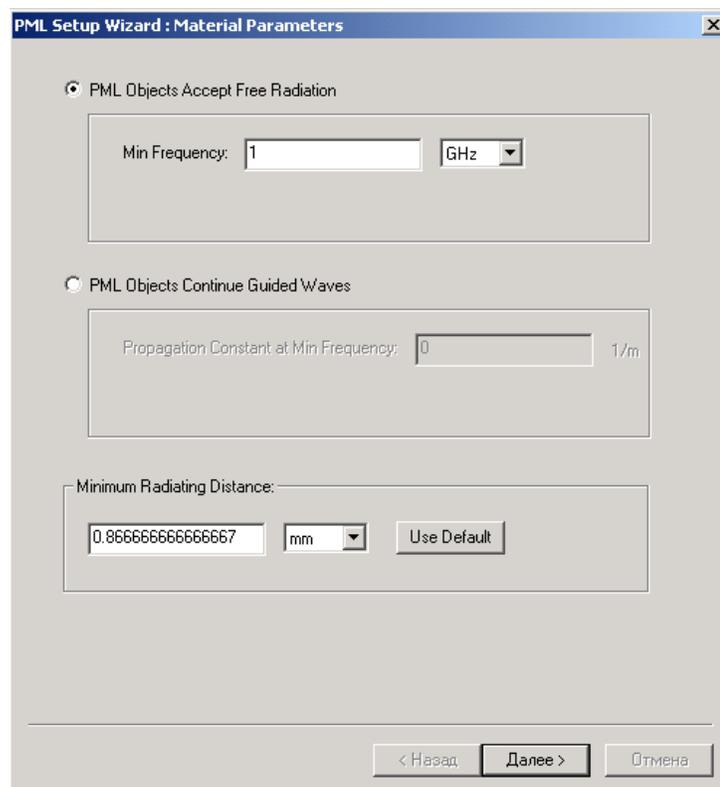

Рис. 5.8. Выбор параметров материала слоя PML
8. Чтобы задать условия, на которые нагружается слой PML, выберите одну из следующих установок (рис. 5.8):